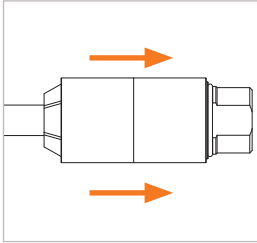

Figure 7
- ▶ Saisir le connecteur au niveau du manchon coulissant (pos. 1).
- ▶ Tirer le manchon coulissant (pos. 1) en arrière (*Figure 7*). La connexion à la pièce d'essai est ainsi desserrée et le connecteur peut être retiré par l'arrière.